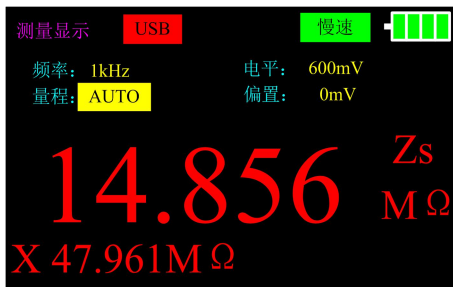

图 21
2. 按 **AUTO/R/C/L/Z** 键, 直到界面上显示 Zs 以选择电阻测量, 如图 21 所示;